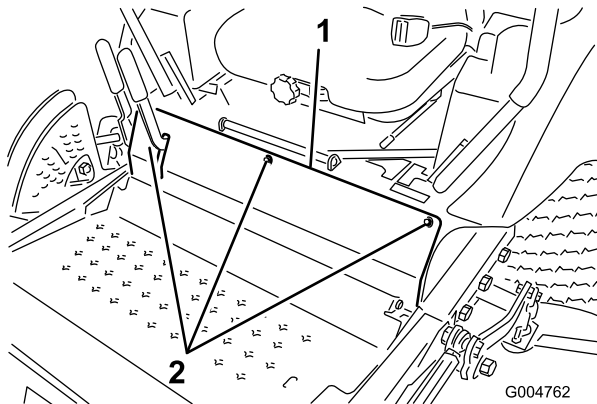

Figura 60
2. Afloje los pernos del panel delantero y retire el panel (Figura 60).